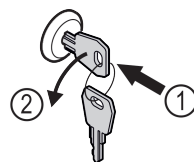

Fig. 201
- ▶ Włożyć kluczyk. Fig. 201 (1)
- ▶ Przekręcić kluczyk o 90° w lewo. Fig. 201 (2)